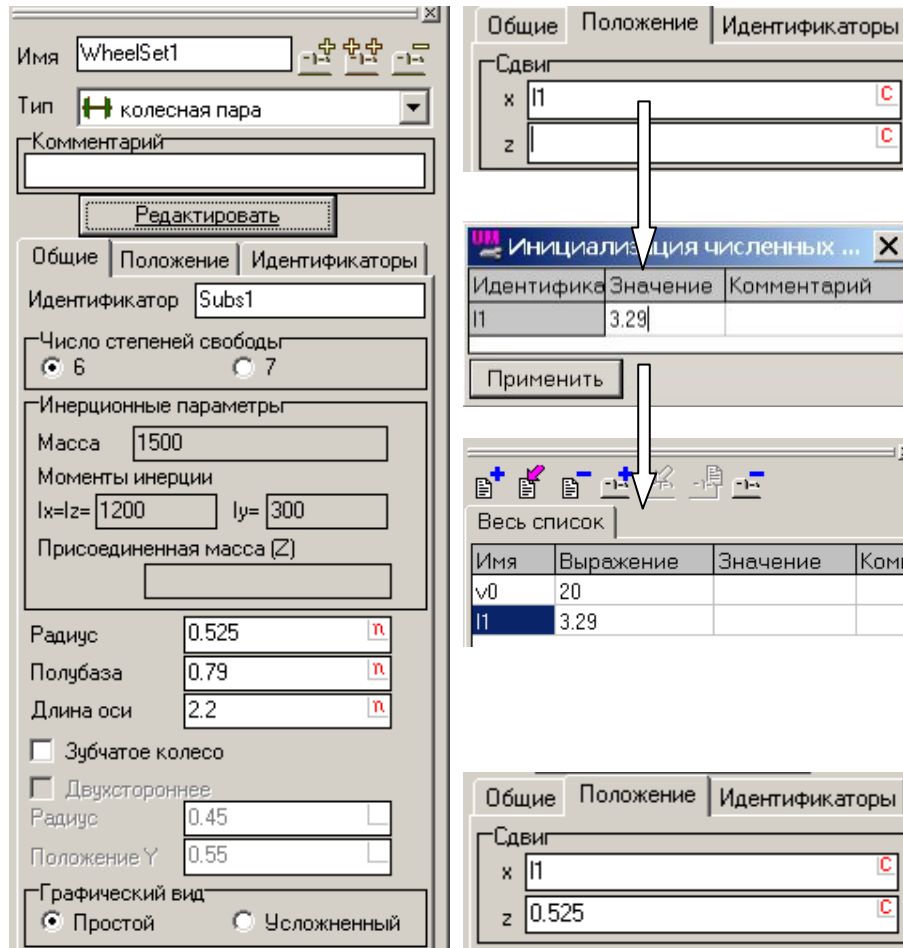

Рис. 2.6. Корректировка параметров колесной пары
Некоторые параметры колесной пары могут быть скорректированы прямо здесь (рис. 2.6):
При необходимости здесь вы можете изменить также базу колесной пары и радиус круга катания (рис. 2.6, слева).
2. Задайте положение колесной пары относительно экипажа. Перейдите на закладку **Положение**, в поле **Сдвиг/х** введите **11** (рис. 2.6, справа). Таким образом, идентификатор **11** задает сдвиг колесной пары в продольном направлении. Нажмете клавишу **Enter** и введите численное значение идентификатора **11=3.29 м**, и идентификатор появится в списке идентификаторов сразу после стандартного идентификатора **v0** (скорость экипажа). Вы можете в любой момент модифицировать значения идентификаторов в списке.
катания (0.525 м в нашем случае), указав соответствующее значение проекции Z вектора сдвига на закладке **Положение**, рис. 2.6, справа внизу. Во втором случае следует оставить нулевое значение сдвига. В данном примере мы используем положение СК0 на уровне головки рельса.
1. Для изменения инерционных параметров КП перейдите в режим редактирования подсистемы, щелкнув на кнопке **Редактировать** (рис. 2.6). Появится новый конструктор с полным описанием колесной пары.